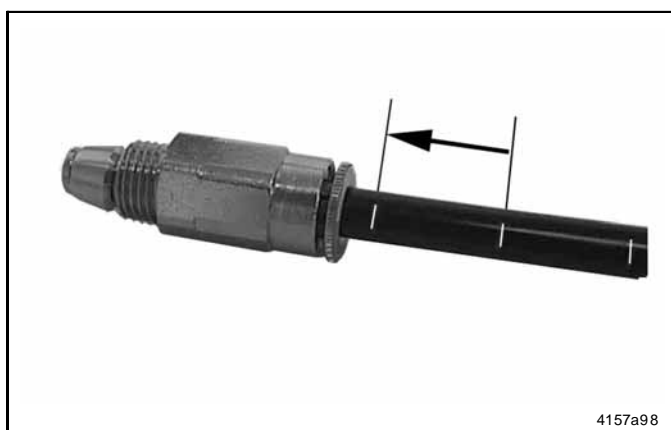

Fig. 5 Válvula de retención con collar moleteado y tubo de plástico de presión
- Marcar los tubos de plástico de presión con rayas blancas (Fig. 5), que sirven como ayuda de montaje.